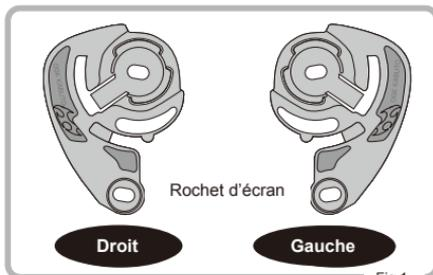

Fig.1
- ① En premier lieu, vérifiez le côté du rochet d'écran comme montré sur la Fig. 1.